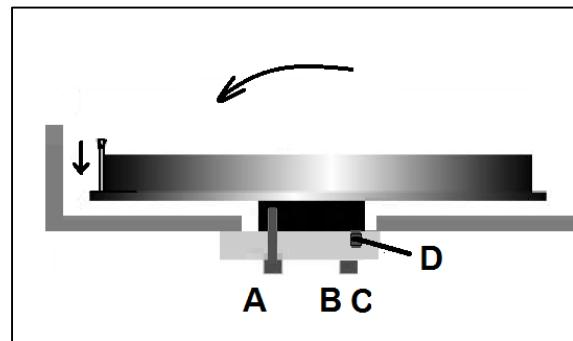

Figure 8-6 : Réglage d'alignement de la lame
- Utilisez la vis de réglage (D) pour régler l'inclinaison du volant (Fig 8-6).